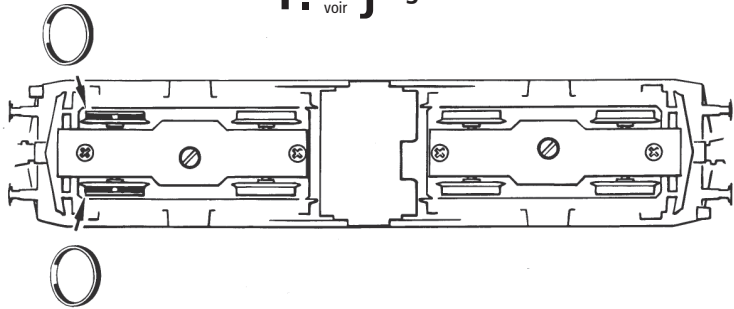

Fig. 9
**2. Schmierung:** Versehen Sie die im Schmierplan in Fig. 9 gekennzeichneten Stellen mit nur **kleinen Öltropfen**. Dazu zuerst das Lokgehäuse abnehmen (Fig. 3). Wir empfehlen den ROCO **Öler Art.-Nr. 10906**. Fürs Schmieren der Getriebeteile (Zahnräder, Schnecke) empfehlen wir das **ROCO-Spezialfett Art.-Nr. 10905**. Im Falle der Schmierung diese Teile **nicht ölen**.
**2. Lubrication:** Apply **tiny oil drops** to spots marked in fig. 9. Prior to lubrication dismantle locomotive (fig. 3). We recommend using item no. **10906, ROCO oiler**. For lubrication the gearparts (e.g. cogwheels, worm) we would recommend our ROCO **special grease** (item no. **10905**).
**2. Graissage:** N'appliquez **qu'une toute petite goutte** aux endroits indiqués par le plan de graissage (fig. 9) après avoir démonté la caisse de la locomotive (fig. 3). Nous vous recommandons le **graisseur à huile ROCO réf. 10906**. Pour graisser les engrenages (roues dentées, vis sans fin) nous vous conseillons la **graisse spéciale ROCO réf. 10905** pour engrenages en matières synthétiques. Lorsque vous utilisez cette graisse il faut éviter d'huiler ces composants.